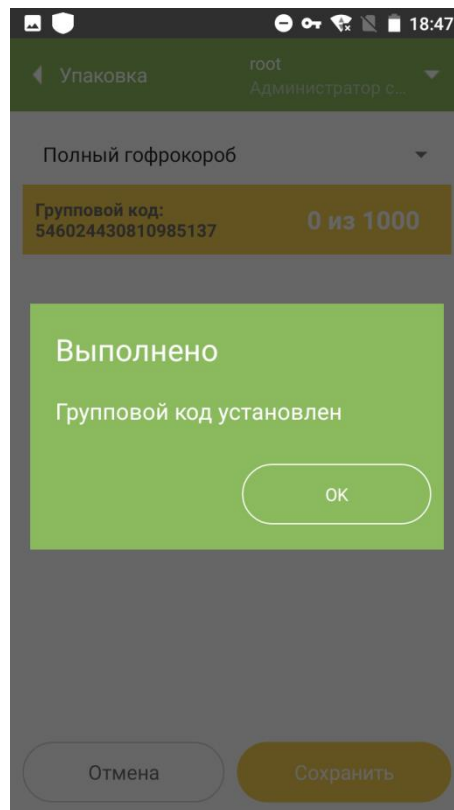

Рисунок 2.3
- 2.1.1. Просканировать групповой код гофрокороба SSCC, в который будут вложены потребительские упаковки с SGTIN. Появится всплывающее окно «Выполнено. Групповой код установлен» (Рисунок 2.3). Подтвердить нажатием «ОК».